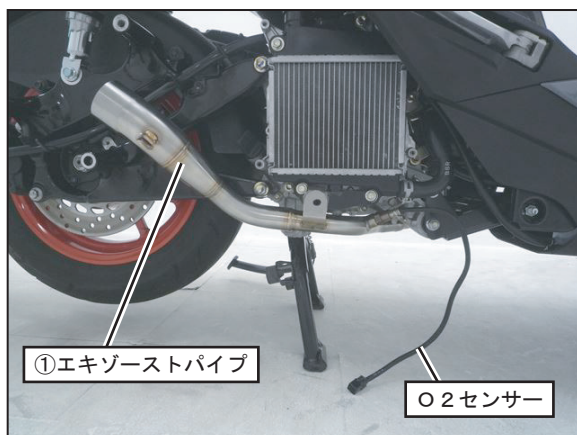

FIG. 4
4. 純正マフラーからO₂センサーを取り外し、①エキゾーストパイプに取り付けて下さい。
次に、純正エキゾーストガスケットを新品に交換し、①エキゾーストパイプをエンジンの排気ポート部に純正ナットを使用して仮締めして下さい。(FIG. 4, 5 参照)